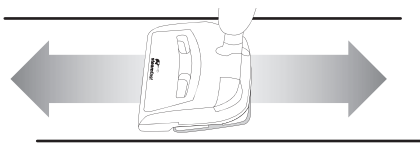

Figura 2
4. Para obtener mejores resultados, trapee el piso con un movimiento continuo hacia atrás y hacia adelante y camine hacia atrás para no pisar el área recién trapeada (Figura 2).